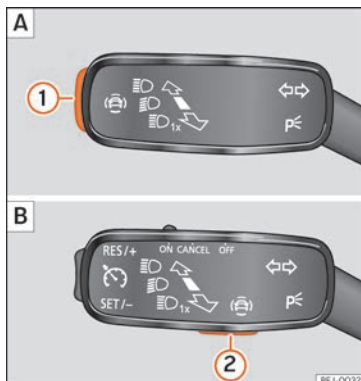

Abb. 134 Am Blinker- und Fernlichthebel: Taste für die Fahrerassistenzsysteme (modellabhängig).
- Taste » Abb. 134 ① oder ② kurz drücken, um das Menü **Assistenten** aufzurufen.